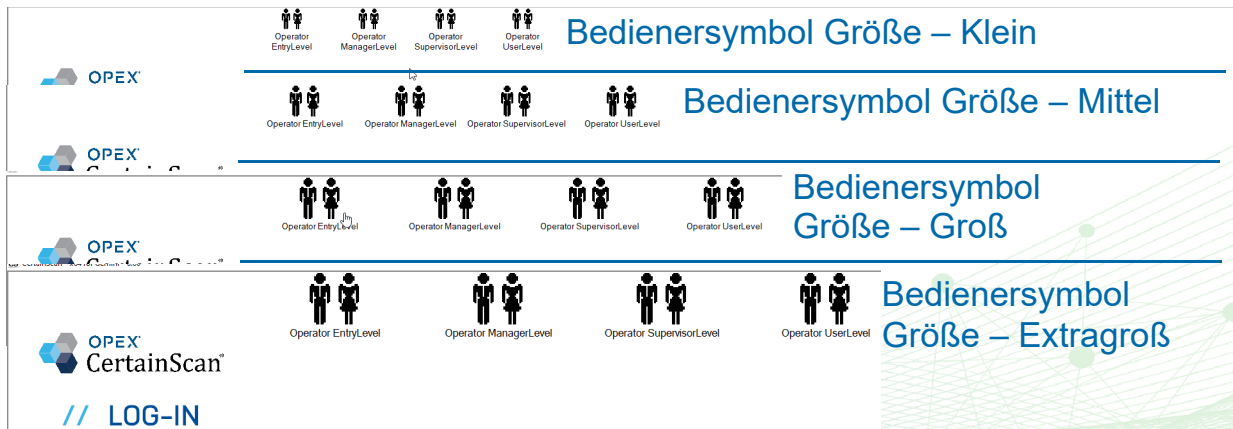
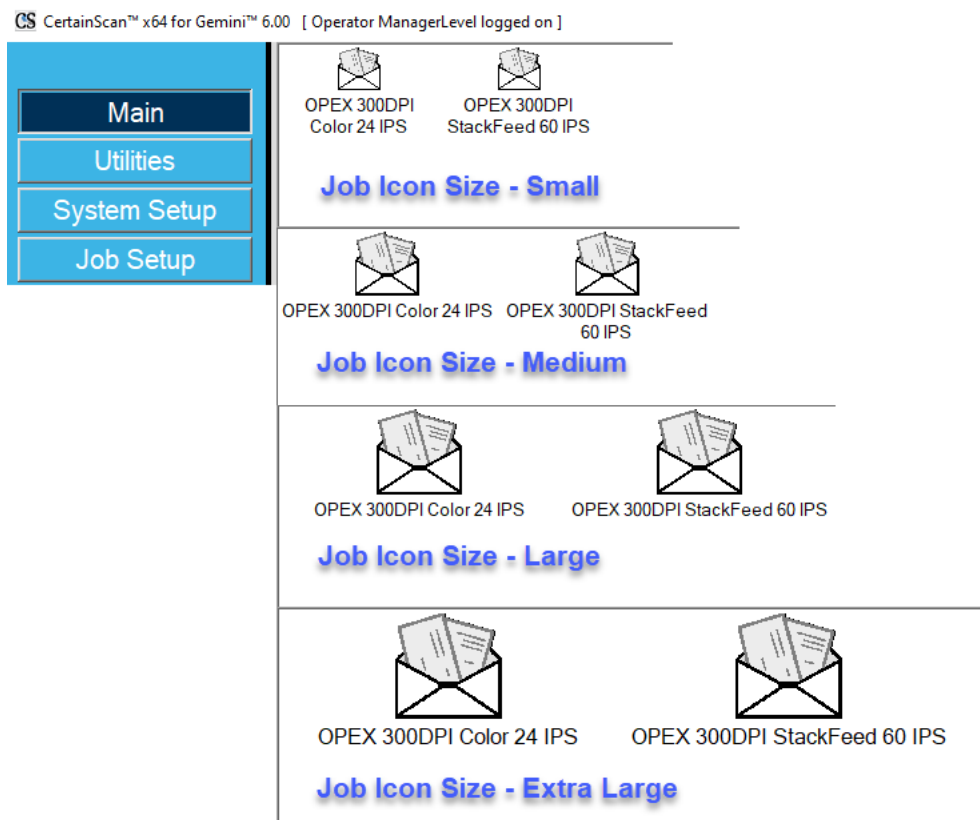

Abbildung 4-7: Beispiele für die Größe von Bediener-symbolen
Abbildung 4-8: Beispiele für die Größe von Auftrags-symbolen
- Je nach ausgewählter Größe werden die Symbole für Bediener (Abbildung 4-7) und Auftrag (Abbildung 4-8) entsprechend angezeigt.